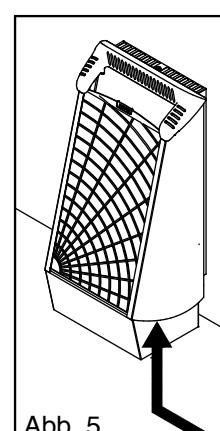

Abb. 5.
- Der Steuerspannungsschalter des Saunaofens befindet sich unten an der Seite. (Siehe Abb. 5)